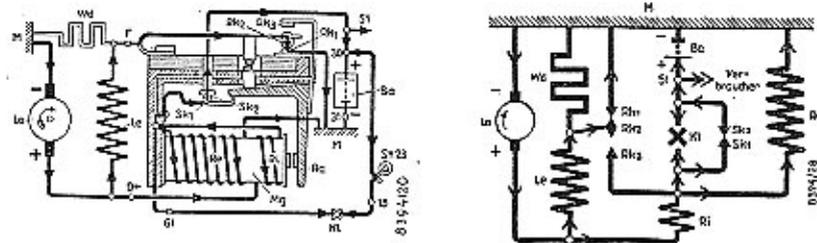

Bild 17\*
a) Vor Beginn der Regelung (siehe Bild 17)\*. Die Kontakte Rk1 und Rk2 sind geschlossen.